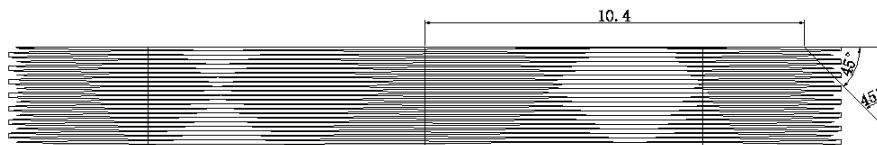

图 10-75 绘制截面轮廓
⑦ 在命令行输入“UCS”命令，将坐标系恢复。
⑧ 选择菜单栏中的“视图”→“三维视图”→“左视”命令，将视图切换到左视图。
⑨ 单击“绘图”工具栏中的“直线”按钮 $\text{L}$ ，绘制图 10-75 所示的图形。